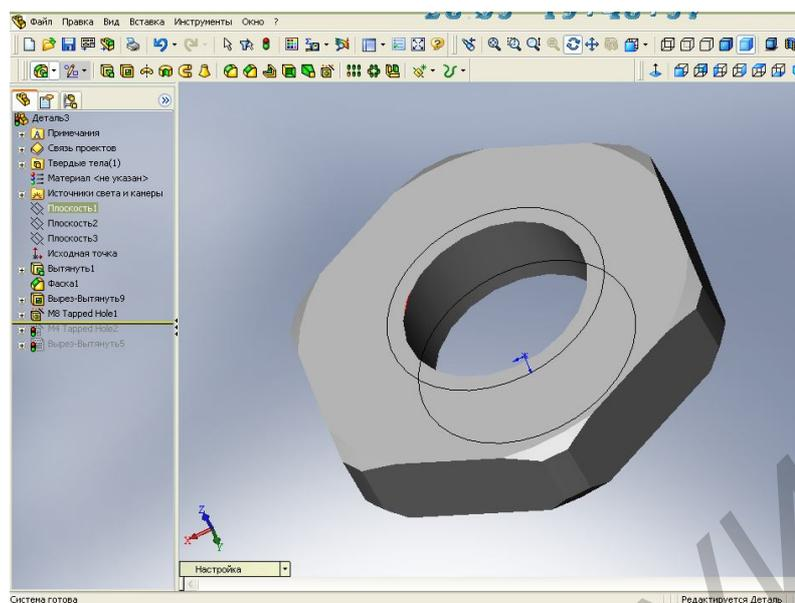

Рисунок 25 – Создание резьбового отверстия М4
36. Создание модели гайки M4 завершено (рисунок 25).